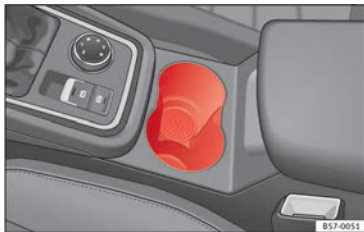

Abb. 148 Mittelkonsole: Getränkehalter vorne.
- Stellen Sie die Getränke in den Halter » Abb. 148. Der Halter bietet Platz für zwei Getränke. In den Türverkleidungen können Sie auch größere Plastikflaschen verstauen.